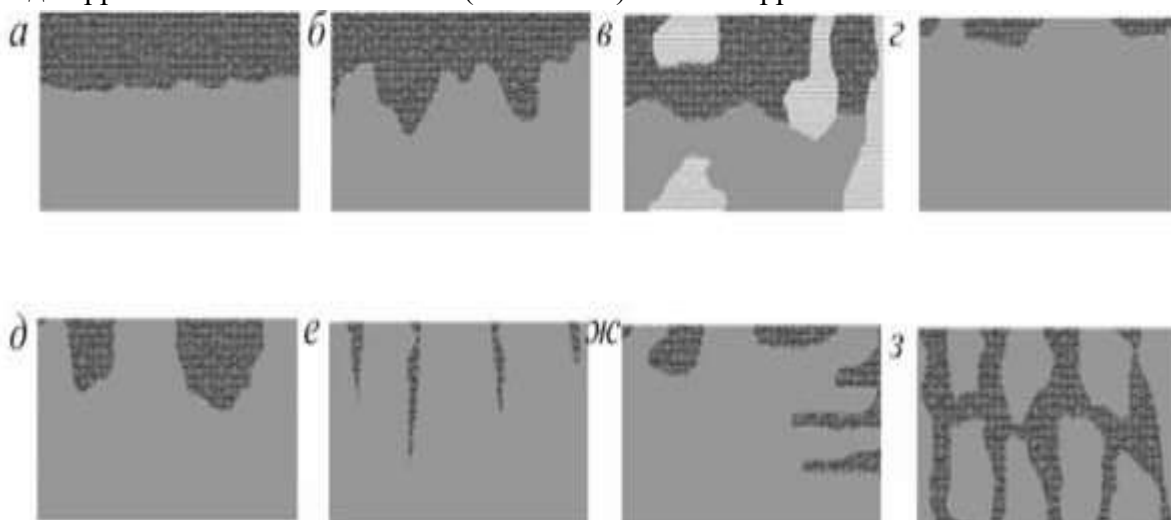

Рис. 1. Виды коррозии:
**Сплошная коррозия** (рис. 1) характеризуется относительно равномерным по всей поверхности уменьшением толщины сечения элементов конструкций и сооружений. В зависимости от глубины коррозионного разрушения на разных участках ее подразделяют на равномерную и неравномерную.
уменьшает надежность конструкций, сооружений и аппаратов в целом. Условно ее подразделяют на коррозию *пятнами, язвами, точечную* и *сквозную* (см. рис.1).